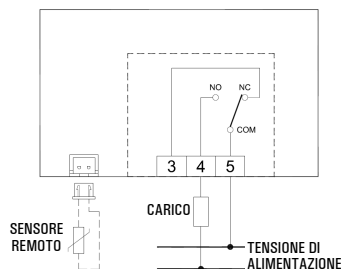

Fig. 7
- 5 Eseguire i collegamenti elettrici, seguendo gli schemi di collegamento di Fig. 7 e 8.
L'uscita, terminali 3, 4 e 5, è libera da tensione e isolata con doppio isolamento rispetto al resto del termostato. E' quindi possibile alimentare un carico ad alta tensione (230V ~), come visibile in Fig. 7 e 8.